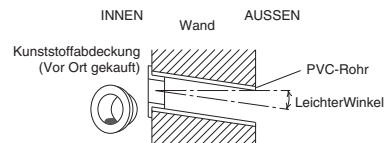

Abb. 3-37
- (6) Die Kunststoffabdeckung über das Rohrende schieben (nur für Innenseite) und das Rohr in die Wand einführen. (Abb. 3-37)